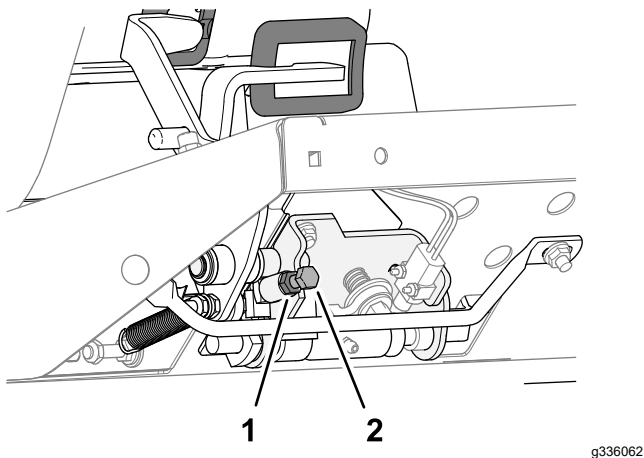

Figure 86
- Pour réduire la vitesse de tonte, tournez la vis de butée (Figure 86) dans le sens horaire.